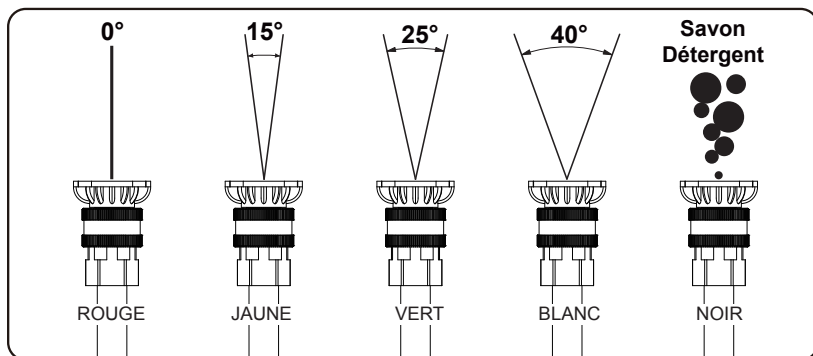

FIG 14
- ▶ L'angle des buses indiqué indique la forme du «jet» de pulvérisation projetée par la buse lorsque la gâchette est enclenchée et que de l'eau à haute pression traverse la buse. NB : La pression et le débit ne changeront pas de manière significative en raison des différents modèles de buses. (FIG 14)